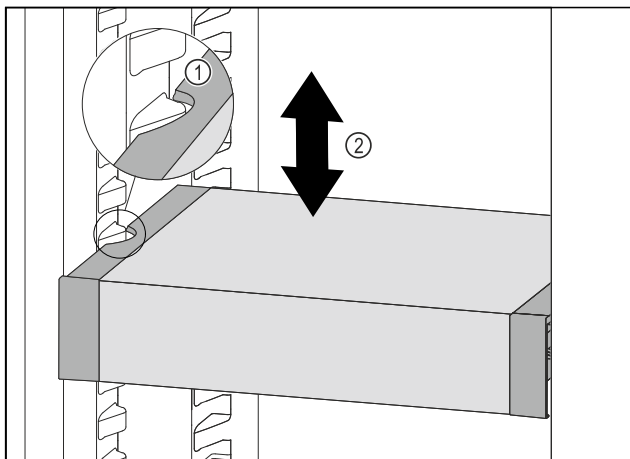

Fig. 60
- ▶ Dra VarioSafe framåt tills sidofördjupningarna på VarioSafe är i samma nivå som behållarlisterna i kyldelen. Fig. 60 (1)
- ▶ Förflytta VarioSafe uppåt eller nedåt i kyldelen tills önskad höjd har uppnåtts. Fig. 60 (2)